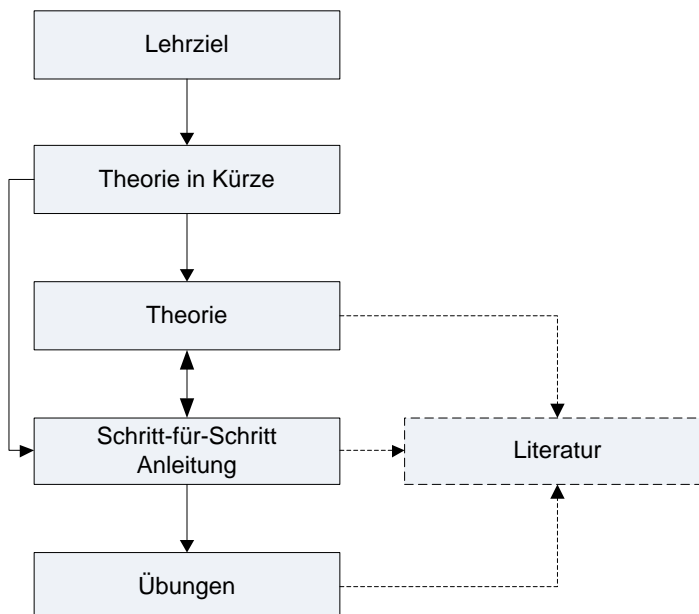

Abbildung 1: Aufbau der Kapitel
Alle Kapitel des Moduls folgen dem gleichen grundsätzlichen Aufbau (**Abbildung 1**). Nach der Vorstellung des **Lernziels** wird zunächst die dem Lernziel zugrunde liegende **Theorie in Kürze** beschrieben. Anschließend werden verschiedene Aspekte der **Theorie** vertiefend ausgeführt. Eine Literaturübersicht gibt Hinweise zur ggf. eigenständigen Vertiefung des Stoffs. Eine **Schritt-für-Schritt-Anleitung** ermöglicht dem Leser die Theorie an der Engineering Station (ES) des Prozessleitsystems PCS 7 sofort in die Praxis umzusetzen. Den Abschluss eines jeden Kapitels bilden **Übungen** zur Vertiefung des Stoffes des jeweiligen Kapitels.